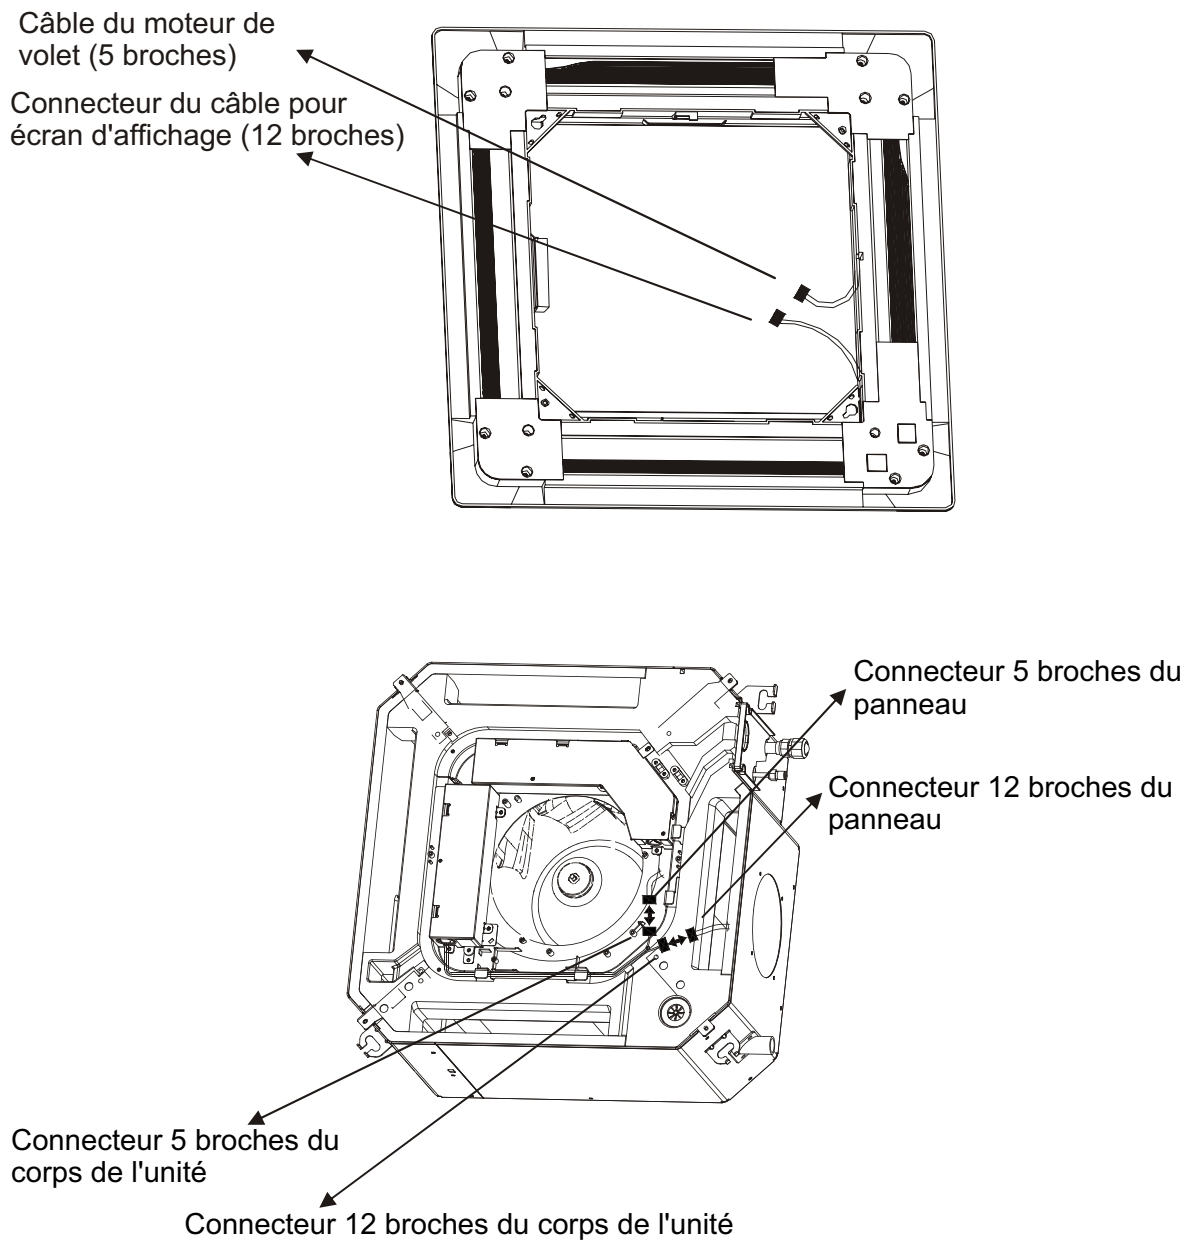

Figure 25
1. Connectez le connecteur de câble à douze broches du panneau de plafond au connecteur approprié sortant de la boîte de contrôle. (Fig.25)
2. Connectez le connecteur de câble à cinq broches du panneau de plafond au connecteur approprié sortant de la boîte de contrôle.(Fig.25)